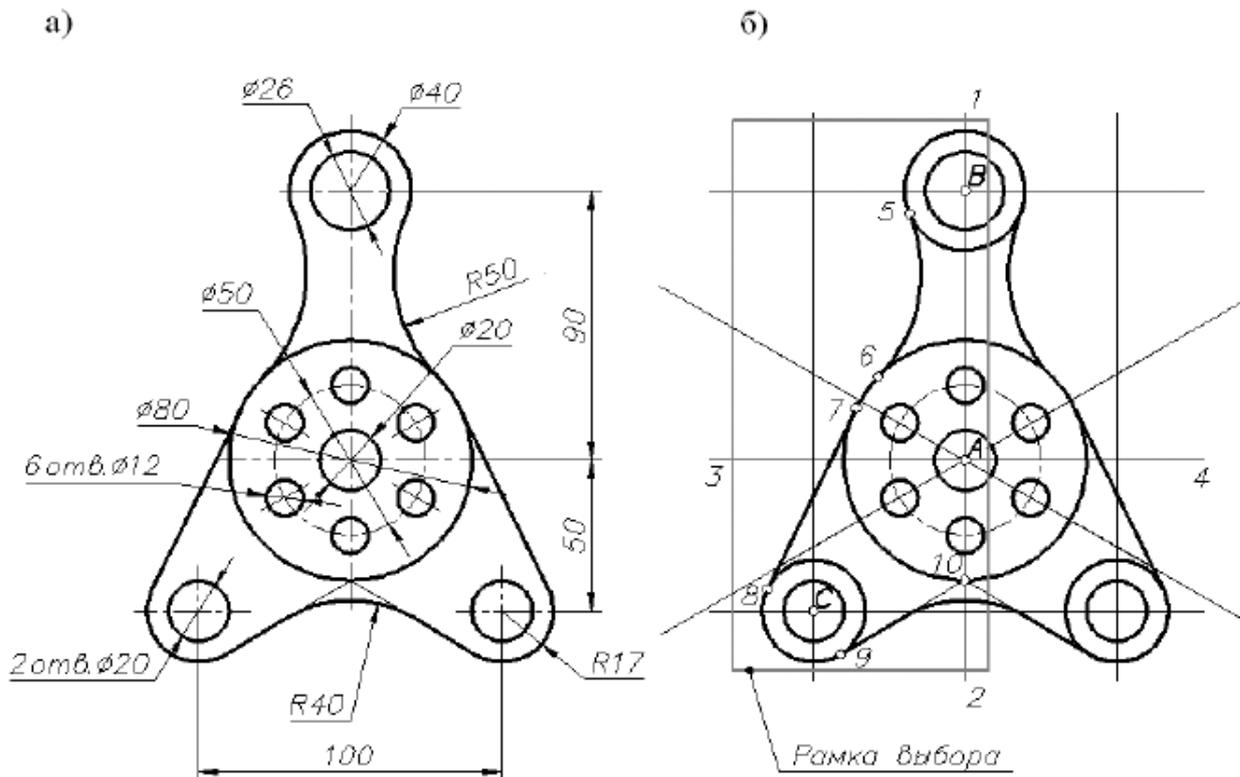

Рис. 6. Исходные данные к упражнению (а) и вспомогательные построения (б)
**Задание 1.** Построить изображение кронштейна (рис.6 а), используя команды редактирования.
2.2. С помощью команды *Подобие (Offset)* копируем их сдвигом (рис. 6 б). Горизонтальную линию на расстояние 90 мм вверх и на 50 мм вниз. Вертикальную линию влево и вправо на 50 мм.
Рамка выбора объектов условно показана на рис. 6 б. Протокол исполнения команды приведен ниже.